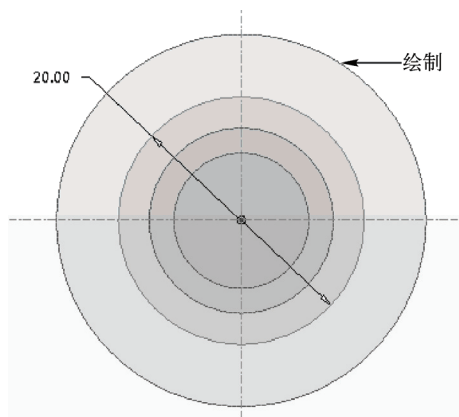

图 6-65 绘制草绘截面四
STEP 09 用与上述同样的方法, 新建“截面 4”并设置偏移距离为“20”, 单击“草绘”按钮, 绘制草绘截面, 如图 6-65 所示。